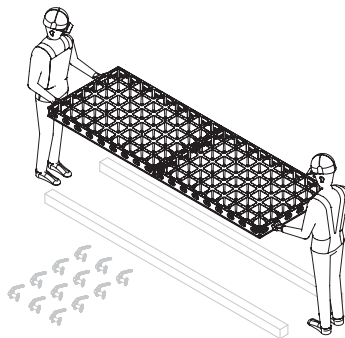

Fig. B1.12
3. Poser la deuxième unité de panneaux à côté de la première et les assembler à l'aide du connecteur DUO (20) au niveau de la jonction longue. (Fig. B1.12 + B1.13)